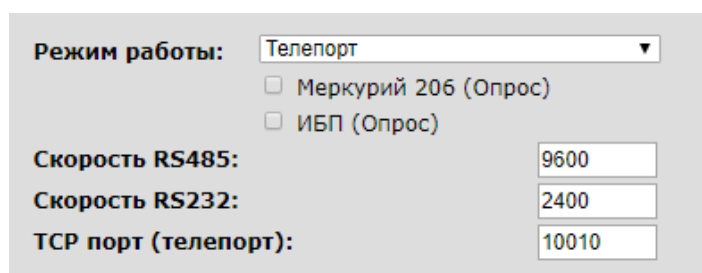

Рис.11.1. Настройка режима «Телепорт» в WEB-интерфейсе
11.1. Если в WEB-интерфейсе прибора выбран режим «Телепорт» (рис.11.1), то становится доступным использование интерфейса RS-485 для следующей функции: подключение к прибору внешнего устройства с интерфейсом RS-485 и обеспечение обмена данных между интерфейсом этого устройства и удаленным компьютером, используя канал связи прибора и TCP/IP соединение.